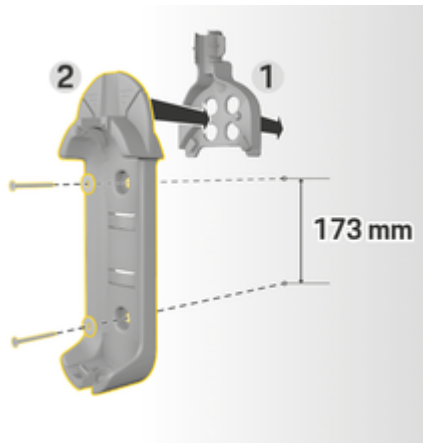

Bild 134 Borrmått
3. Tryck in vägghållaren (basutförande) 2 (Bild 134) i kabelhållaren 1 (Bild 134) framifrån.